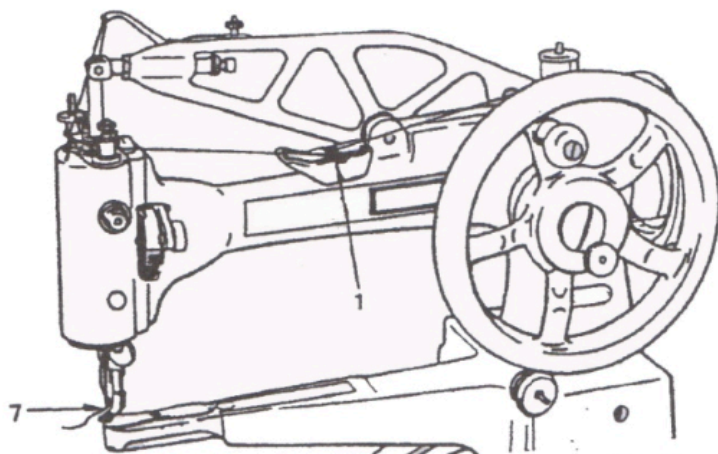

Fig. 18
1. Coloque o carretel de linha no porta-carretel de forma que a linha saia pela parte traseira do carretel. Veja a Fig.18.